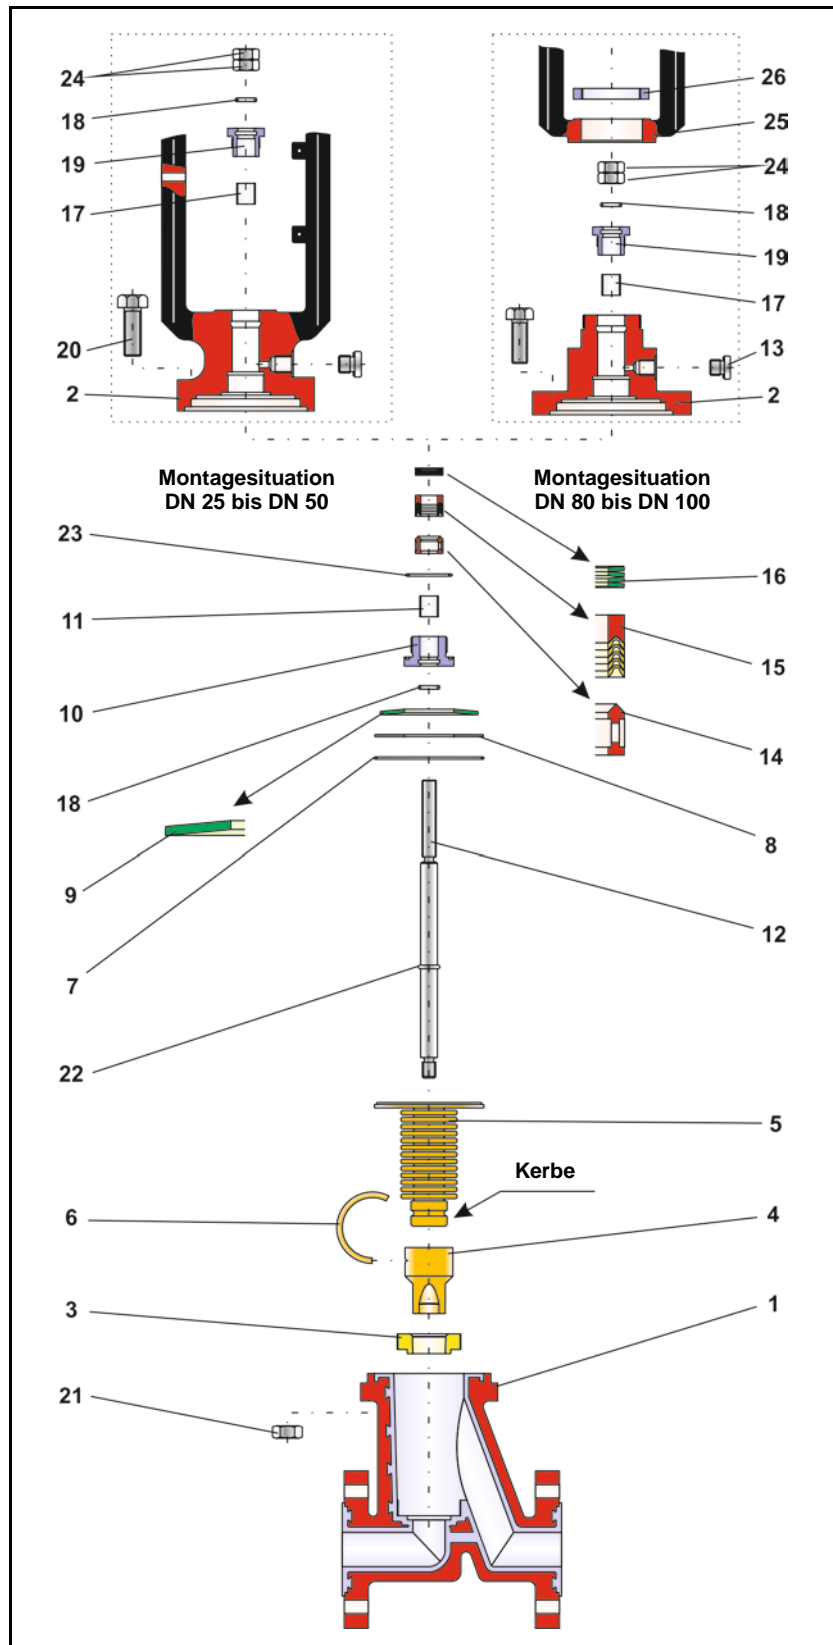

Bild 3 - Explosionszeichnung des Stellventils BR 01b, ab Baujahr 2006
**Hinweis:** Die in der Explosionszeichnung (Bild 3) dargestellte Lage und Anordnung der Einzelteile ist bei der Montage einzuhalten.
Der Tellerfedersatz (16) wird in die dafür vorgesehene Bohrung eingelegt. Die Anordnung der Tellerfedern ist der Explosionszeichnung (Bild 3) zu entnehmen.
Nacheinander werden nun der Schlussring, die V-Ringe der Dachmanschettenpackung (15) sowie die Distanzrolle (14) eingelegt. Auch diese Anordnung ist der Explosionszeichnung (Bild 3) zu entnehmen.
Die Tellerfeder (9), die Druckscheibe (8) und der O-Ring (7) werden in den Deckelflansch (2) eingelegt. Die Anordnung der Bauteile ist der Explosionszeichnung (Bild 3) zu entnehmen. Anschließend wird die vormontierte Spindeleinheit (siehe Kapitel 4.1.3) in den Deckel eingesetzt und der Flansch des Faltenbalges in die Eindrehung des Deckelflansches gedrückt.